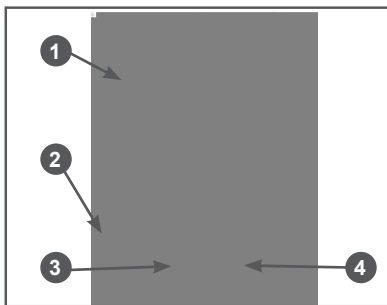

Рис. 11 Основные элементы аккумулятора
Основные элементы аккумулятора показаны на Рис. 11.
4. Когда загорится зелёный индикатор, указывающий на полный заряд аккумулятора, извлеките аккумулятор из зарядного устройства. Для извлечения аккумулятора нажмите кнопки 2 фиксатора (Рис. 11) и извлеките аккумулятор из зарядного устройства.
Для проверки имеющегося заряда нажмите кнопку 3 указателя уровня заряда аккумулятора (Рис. 11). Световые индикаторы 4 будут указывать на приблизительный уровень заряда аккумулятора (Рис. 11).